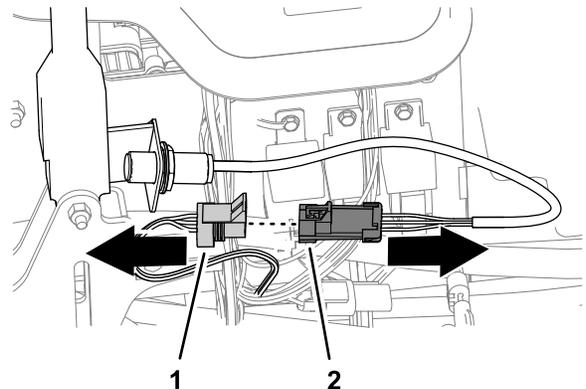

Figura 14
1. Desligue o conector de três tomadas do interruptor do travão de estacionamento do conector de três pinos da cablagem da máquina (Figura 14).